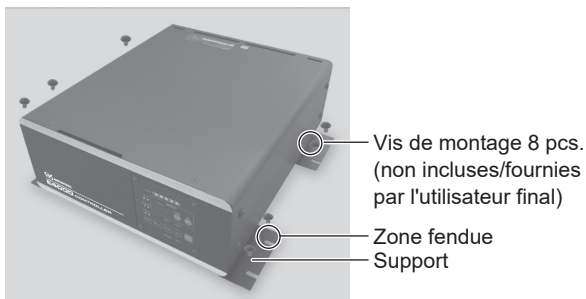

Fig. 11
- ③ Fixez le **BOÎTIER DE CONTRÔLE** (encoches de la bride) à la machine en utilisant les vis de montage (**8 pcs. non incluses/fournies par l'utilisateur final.**) (Fig. 11).